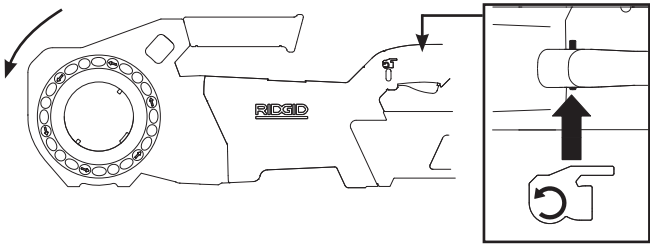

图 5B - 反转（逆时针）开关位置
- 重复此过程进行反转操作（见图 5B）。如果动力驱动器没有按照正确的方向旋转，或者开启/关闭开关不能控制机器的操作，则在修复之前请勿使用机器。